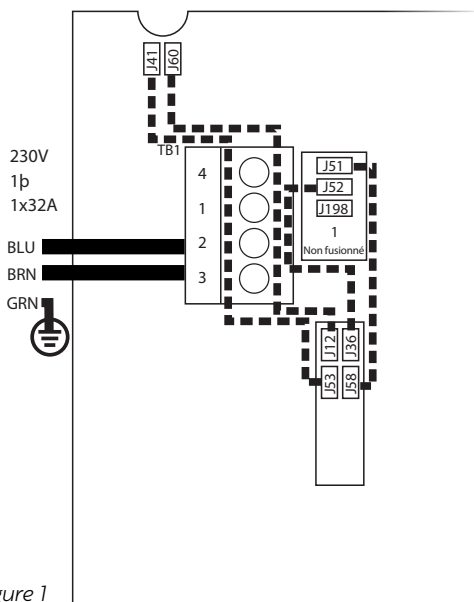

Figure 1
TELLE QUE FABRIQUÉE: CONNEXION SIMPLE (Figure 1)
1. Retirez tous les cavaliers comme indiqué par les lignes pointillées sur la Figure 1 (page précédente).